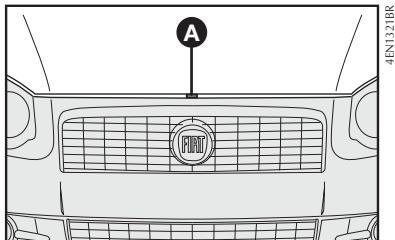

fig. 88
2) mover a trava localizada sob o capô para cima **A-fig. 88**;